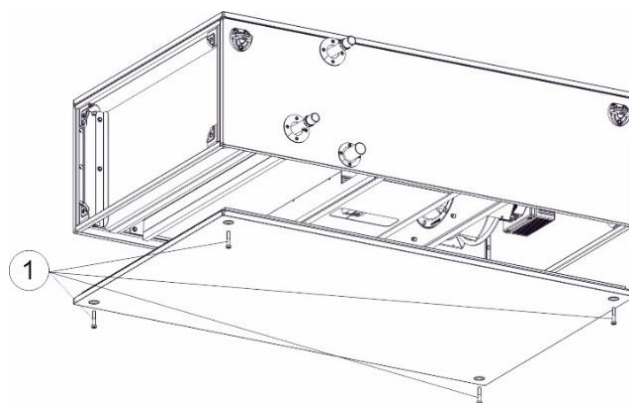

Рис. 15. Снятие инспекционной панели
Доступ к внутренним компонентам кондиционеров возможен после открытия инспекционных панелей. Чтобы снять панель, отвинтите болты (1) – см. рис. 15 (их количество зависит от размера секции).